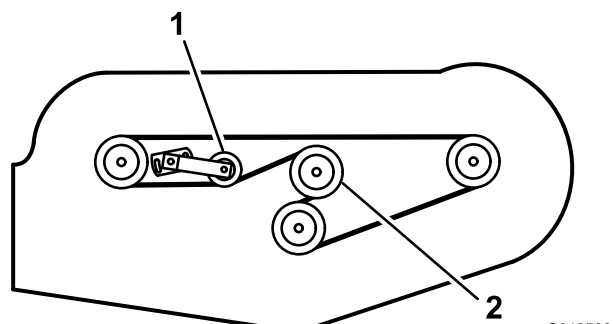

図 47
6. 新しいベルトをギアボックスの周囲からスピンドルプーリ、固定アイドラプーリ、可動プーリへと回し掛ける 図 47。